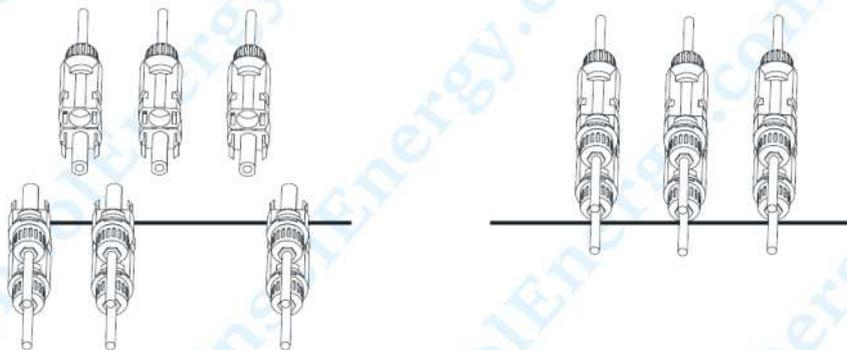

Рис. 3.6 Підключення постійного струму
4. Закріпіть клему болтом. (як показано на рис. 3.6)
5. Закріпіть клему зовнішньою кришкою. (як показано на рис. 3.6)